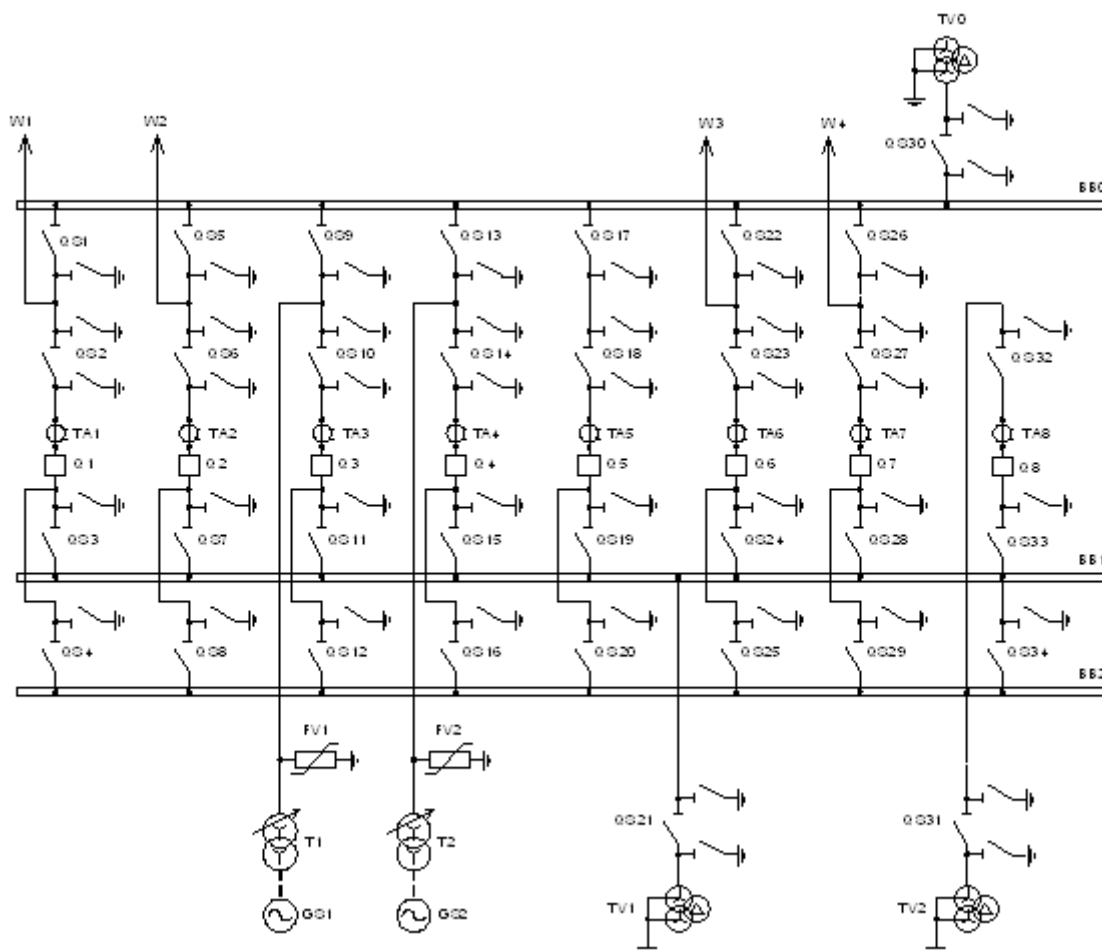

Рисунок 8.1 – Электрическая схема соединений РУ с двумя системами шин и обходной с шиносоединительным и обходным выключателями
Электрическая принципиальная схема «двойная система сборных шин с обходной системой шин» применяется для РУ 110-220 кВ с большим числом присоединений (рисунок 8.1). Как правило, обе системы шин находятся в работе при соответствующем фиксированном распределении всех присоединений. Присоединение силового трансформатора Т1 и одна часть присоединений линий подключены к рабочей системе шин ВВ1, присоединение трансформатора Т2 и другая часть присоединений линий подключены к рабочей системе шин ВВ2. Шиносоединительный выключатель Q7 включен. Такое распределение присоединений увеличивает надежность схемы, так как при КЗ на шинах отключаются шиносоединительный выключатель и только половина присоединений.
4. Соберите схему (рисунок 8.1).